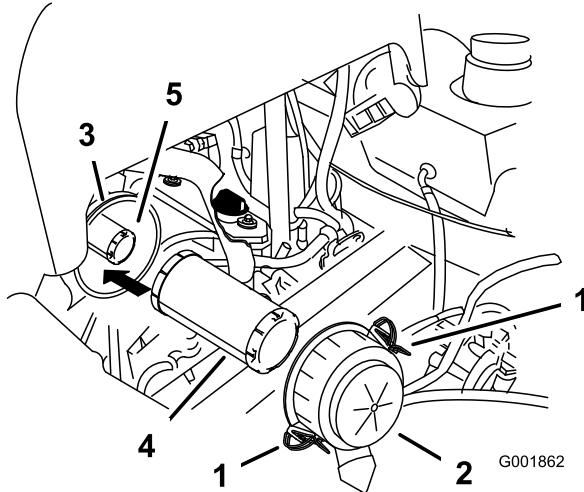

Figura 40
4. Abra los cierres del limpiador de aire y tire de la tapa del limpiador de aire para separarla de la carcasa del limpiador de aire (Figura 40).
6. Extraiga con cuidado el filtro primario del cuerpo del limpiador de aire (Figura 40). Evite golpear el filtro contra el lado de la carcasa.
1. No limpie el filtro de papel. Cámbielo cada 200 horas de funcionamiento (Figura 40).
- Si va a cambiar el filtro de seguridad, deslícelo cuidadosamente en el cuerpo del filtro (Figura 40).
- Deslice cuidadosamente el filtro primario por encima del filtro de seguridad (Figura 40). Asegúrese de que está bien asentado empujando sobre el borde exterior del filtro mientras lo instala.
- Instale la tapa del limpiador de aire con el lado que lleva la palabra UP hacia arriba, y fije los cierres (Figura 40).